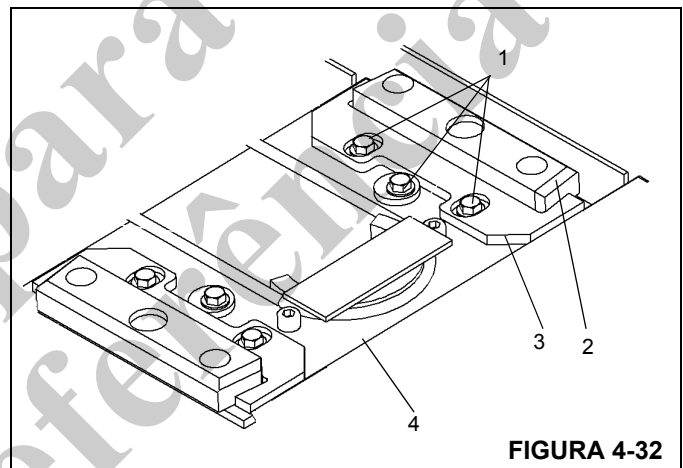

FIGURA 4-32
14. Através do furo de acesso superior da seção intermediária interna, posicione as duas placas de desgaste ajustáveis (2) na parte superior traseira da seção intermediária externa (4). Instale o suporte de cada placa de desgaste (3) com dois parafusos e arruelas, mantendo uma folga. Instale as arruelas de deslocamento, os parafusos e as arruelas (1) (Figura 4-32). Usando as arruelas de deslocamento, ajuste as placas de desgaste de forma que elas fiquem a no máximo 1 mm (0.03 pol.) de cada placa lateral da próxima seção externa. Aperte a arruela de deslocamento e os parafusos.